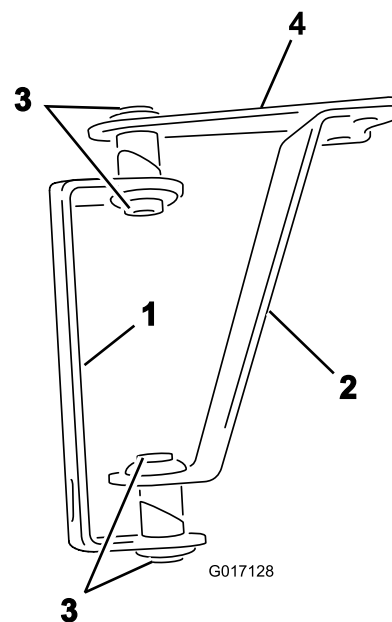
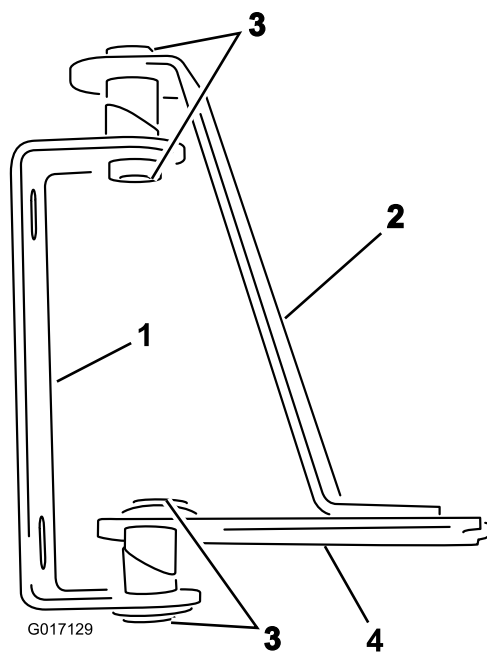

Bild 1
Bild 2
1. Arrangieren Sie die Scharniere und Riemen, wie in Bild 1 (für einen nicht abgedeckten Ausleger) oder in Bild 2 (für einen abgedeckten Ausleger) dargestellt.
2. Setzen Sie die Büchsen in die Öffnungen in den Scharnieren des geschweißten Rohrs und den Riemen ein, wie in Bild 1 oder Bild 2 dargestellt.